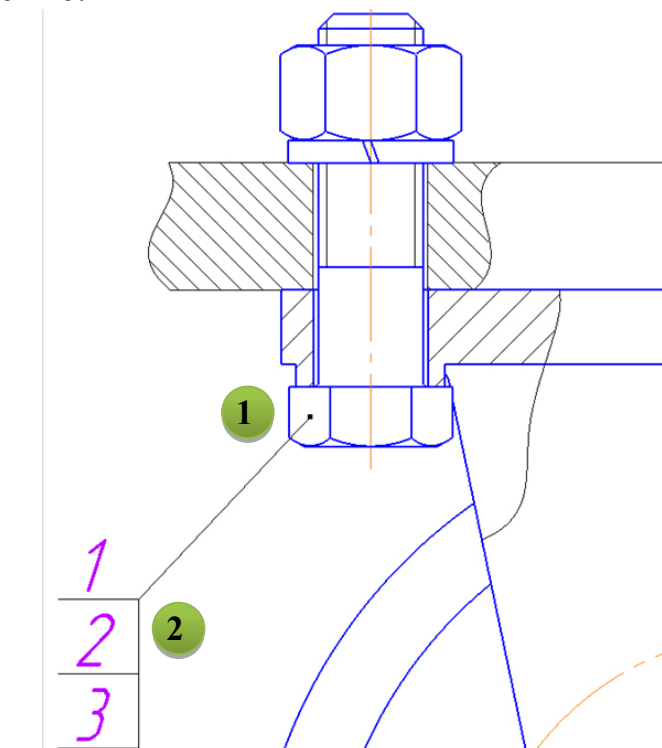

Рис. 4.37. Позиционное обозначение болтового соединения
• Укажите точку 1 на болтовом соединении и точку 2 начала полки (произвольно) (рис. 4.37).